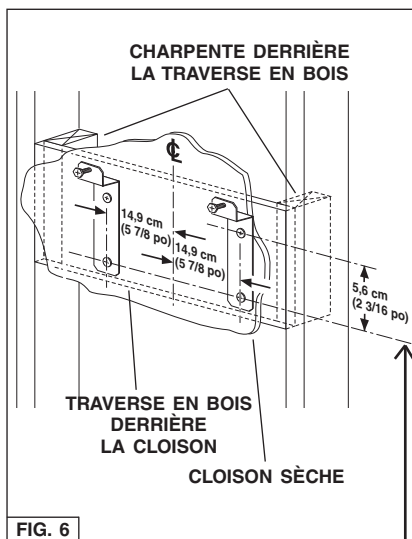

FIG. 6
1. Construisez une **charpente** de bois qui **affleure** la surface intérieure des montants du mur. Fig. 6.